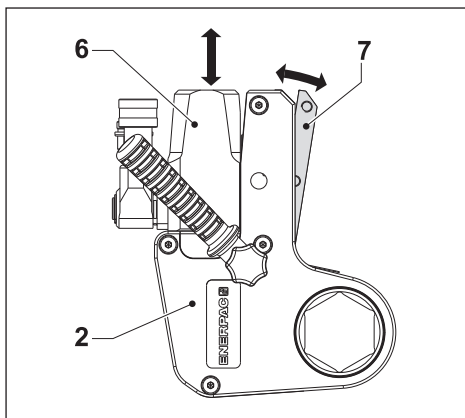

Fig. 4
3.3.1 Dépose de la cassette (fig. 4 et 5)
- Tirer le levier de libération (7) de la cassette vers l'extérieur.
- Retirer l'unité de commande hydraulique (6) de la cassette (2).
3.3.2 Repose de la cassette (fig. 4 et 5)
- Tirer le levier de libération (7) vers l'extérieur.
- S'assurer que la tringle de rétraction (12) s'aligne sur la fente (14) du levier à cliquet. Faire tourner la tige de piston au besoin.
- Faire glisser l'unité de commande sur la cassette et pousser l'ergot (13) dans le trou de la plaque de centrage (15) de l'unité de commande.
- Pousser le levier de libération (7) dans la cassette (2). S'assurer que la détente à bille s'enclenche. Vérifier que le levier de libération de la cassette est complètement fermé.